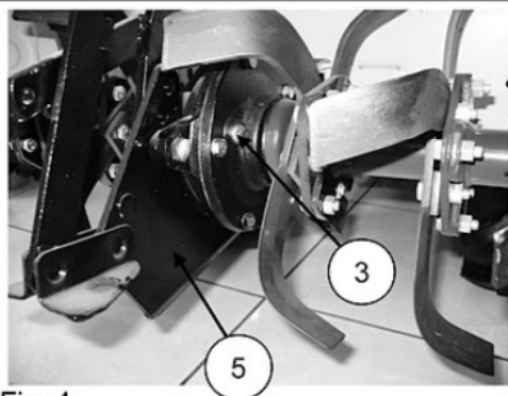

Fig. 4
7. Kontroller oliestand i fræsergear (fig. 4 nr 3)